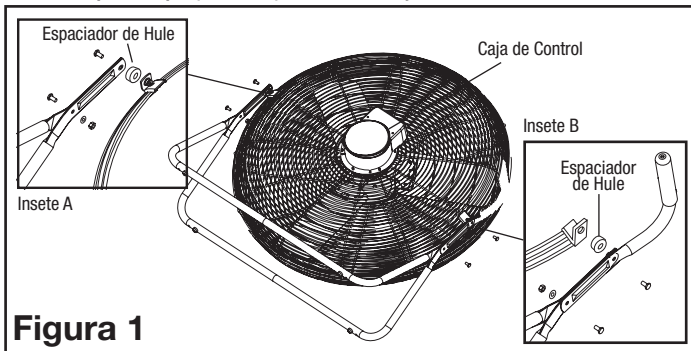

Figura 1
2. Coloque el ventilador horizontalmente sobre el piso, con el motor orientado hacia el techo. Procure que el panel de control en la parte superior del motor dé hacia delante (**Figura 1**). Oriente las mitades del pedestal como se indica e instale (1) 1/4-20 x 1 pulg perno a través del orificio superior del pedestal en ambas mitades del mismo. Coloque un espaciador de hule entre las mitades del pedestal y la ménsula oscilante de la parrilla posterior hacia la izquierda del motor (**Inset A**). Apriete el perno hasta dejarlo firme.
3. PROCURE QUE LA AGARRADERA DÉ HACIA FUERA Y SE ENCUENTRE SOBRE EL COSTADO DERECHO DEL MOTOR. Mientras sostiene la agarradera en la posición que se indica, instale (1) perno de 1/4-20 X 1 pulg a través de la agarradera y las mitades del pedestal superior. Coloque un espaciador de hule entre las mitades del pedestal y la ménsula oscilante de la parrilla posterior hacia la derecha del motor (**Insete B**). Apriete el perno hasta dejarlo firme.
4. Instale (1) perno de 1/4-20 X 1 pulg, (1) tuerca hexagonal de 1/4-20 y (1) arandela fijadora de 1/4 pulg en los orificios inferiores restantes en cada costado del ventilado (**Figura 1**).